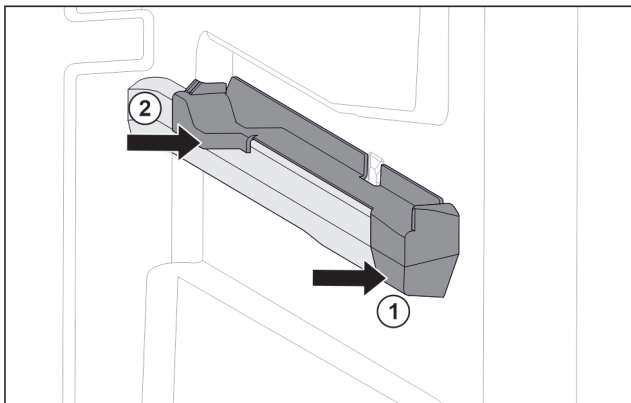

Fig. 26 Вставна частина на правому ребрі для резервуару
- ▶ Одягти вставну частину вперед на ребро резервуару. Fig. 26 (1)
- ▶ Притиснути вставну частину позаду. Fig. 26 (2)